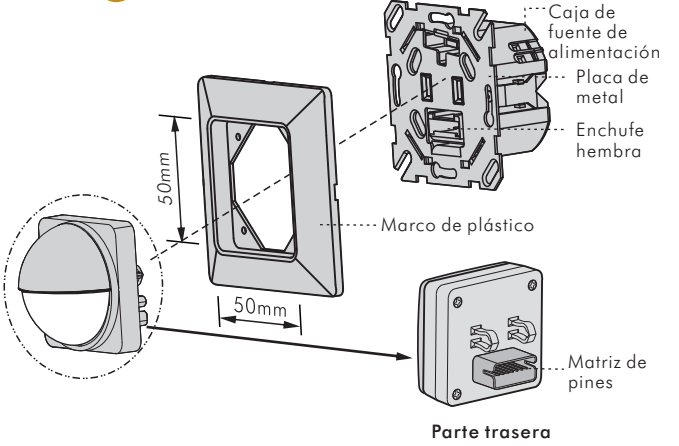

FIG. 2
2.3 Patrón descompuesto (Ver FIG. 2)
FIG. 2 muestra la parte individual de KDP-DALI-04. El tamaño interno del marco de plástico es de 50 x 50 mm, que puede reemplazar el marco de plástico estándar europeo directamente.
- 3.4.1.5 Coloque la cabeza del detector y el marco de plástico juntos, luego inserte la combinación de la cabeza del detector y el marco de plástico en la caja de fuente de alimentación por medio de un gancho que apunta a la muesca. Asegúrese de que la matriz de pines y el enchufe hembra estén bien fijos (Ver FIG. 2).